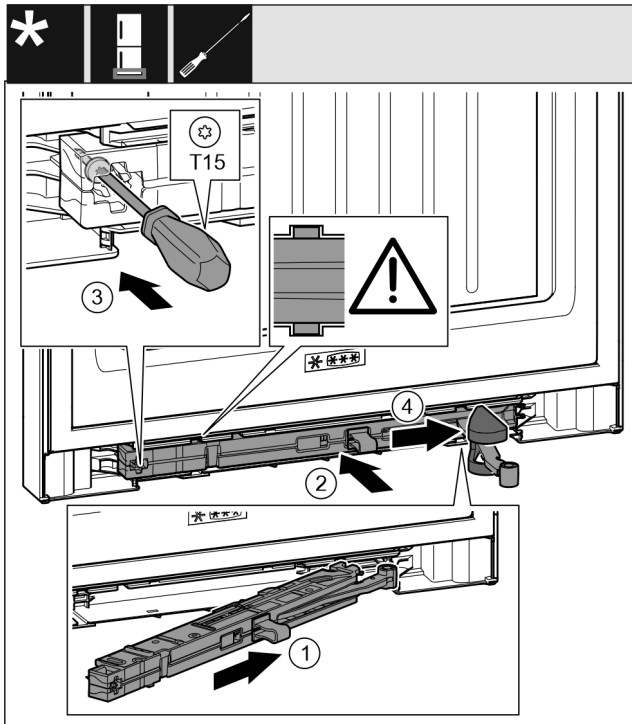

Fig. 52
- Schließdämpfereinheit Fig. 52 (1) auf der Lagerbockseite bis zum Anschlag schräg in die Aussparung einschieben.
- Schließdämpfereinheit Fig. 52 (2) vollständig in Aussparung schieben.
- Schraube Fig. 52 (3) mit einem Schraubendreher festschrauben.
- Abdeckung Fig. 52 (4) über Gelenk schieben.